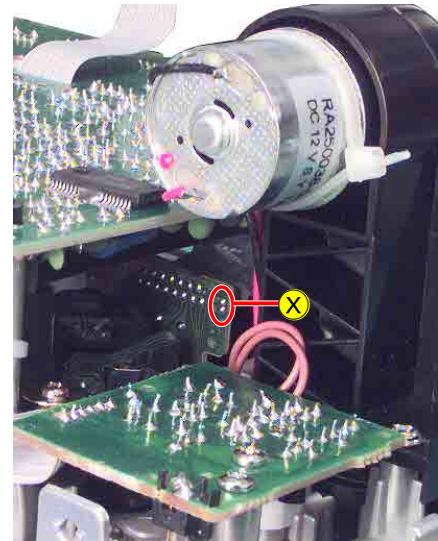

Fig. 14
- Vor abziehen des Flexprints zum CD-Laufwerk Sicherheitslötstelle ⑧ (Fig. 14) schließen.
- Short circuit the protective soldered joint ⑧ (Fig. 14) before disconnecting the flexprint to the CD mechanism.